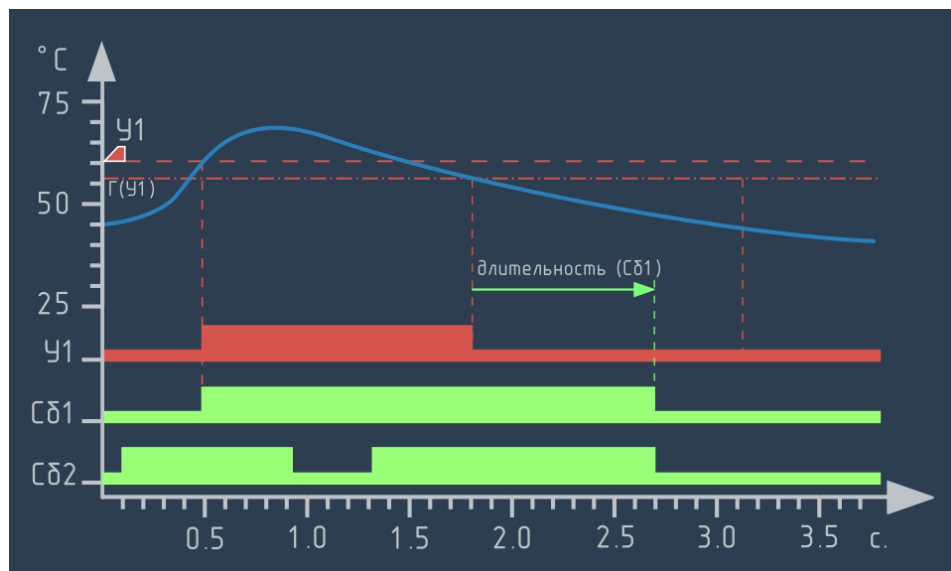

Рисунок 6.82 – График работы события для которого "длительность" установлена в зависимости от состояния другого события:
- ▶ **"по условию"** – длительность срабатывания события определяется состоянием другого события (см. рисунок 6.82).